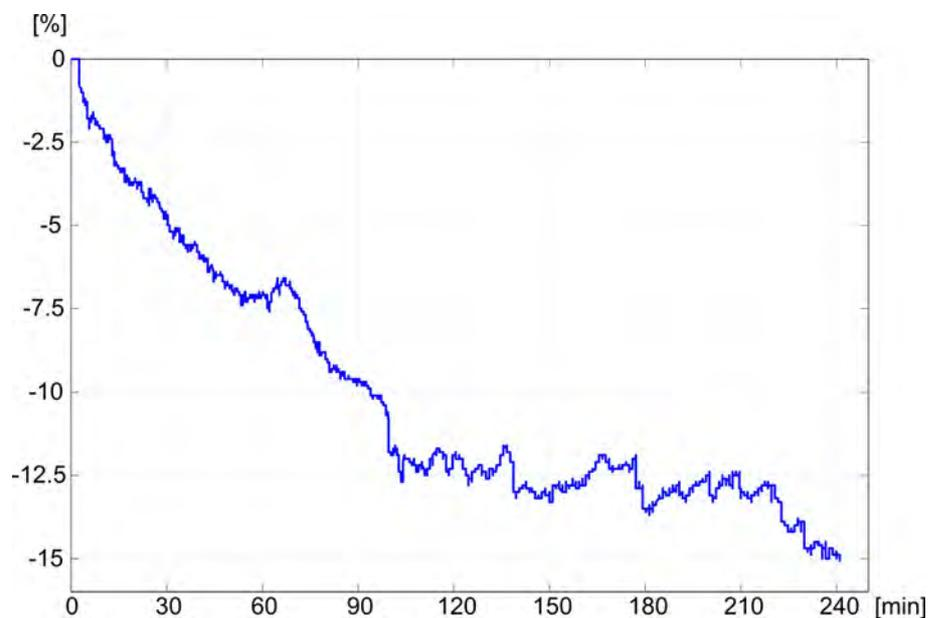

Abb. 11-18 Trend des relativen Blutvolumens (in %) während der Therapie (Zeit in Minuten)
Der (optionale) Hämatokritsensor (siehe Abschnitt 11.4 Hämatokritsensor (HCT-Sensor) (278)) liefert Werte zum relativen Blutvolumen (Delta-Blutvolumen in %) in Zeitabständen von 10 Sekunden. bioLogic Fusion verwendet diese Werte, um die Neigung des RBV-Trends (Abb. 11-18) für die letzten 10 Minuten zu berechnen und so die Entwicklung der RBV-Abnahme zu überwachen.